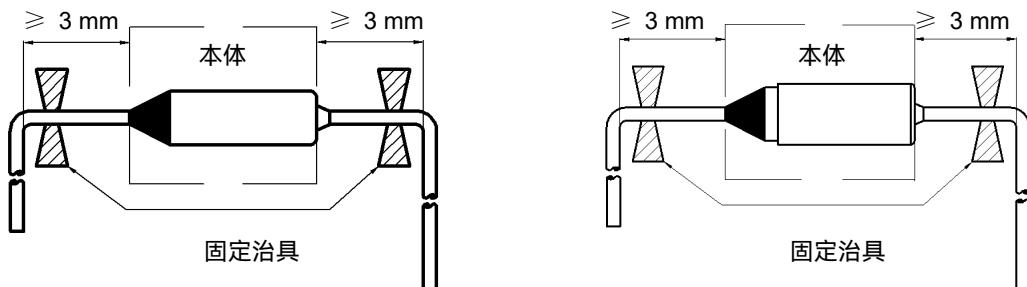

图1
- 引线应在距离温度保险丝本体3 mm或以上的地方弯折（参考图1）。